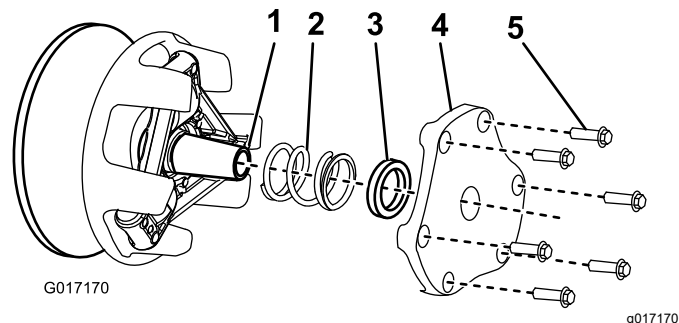

Рисунок 48
4. Отложите в сторону крышку, разделитель и пружину (Рисунок 48).